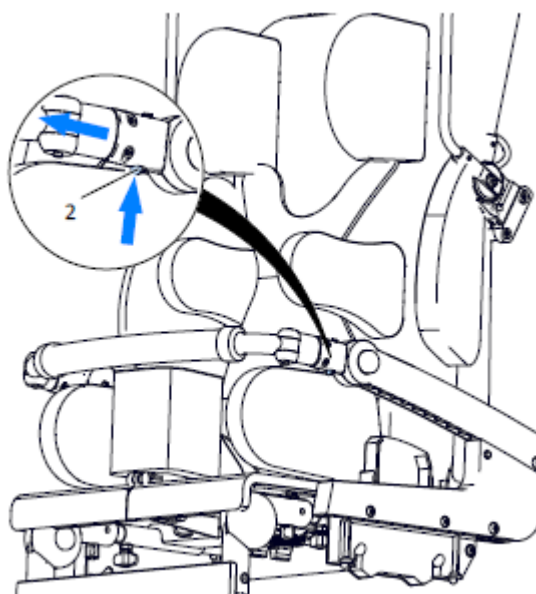

Fig. 26
Lo smontaggio del maniglione Fig. 26 è possibile dopo aver premuto il pulsante (2) del regolatore angolare, e dopo aver rimosso il maniglione dai fori del regolatore.